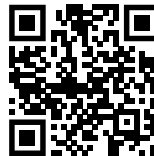

Fig. 155
- ▶ Ouvrez le Liebherr SmartMonitoring Dashboard. (voir Fig. 155) .